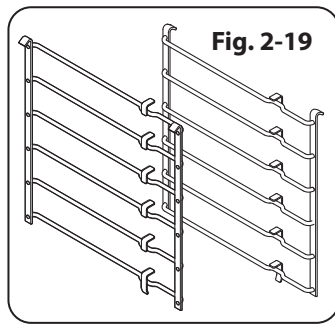

Fig. 2-19
- 1 jeux de supports latéraux (**Fig. 2-19**).